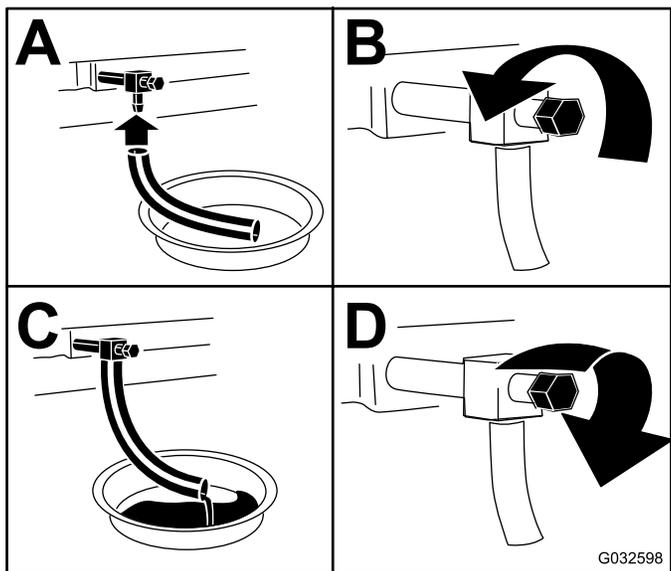

Figura 44
3. Prima di scendere dalla postazione di guida spegnete il motore, togliete la chiave di accensione e attendete che si fermino tutte le parti in movimento (Figura 44).
4. Cambiate l'olio motore come mostrato in Figura 44.